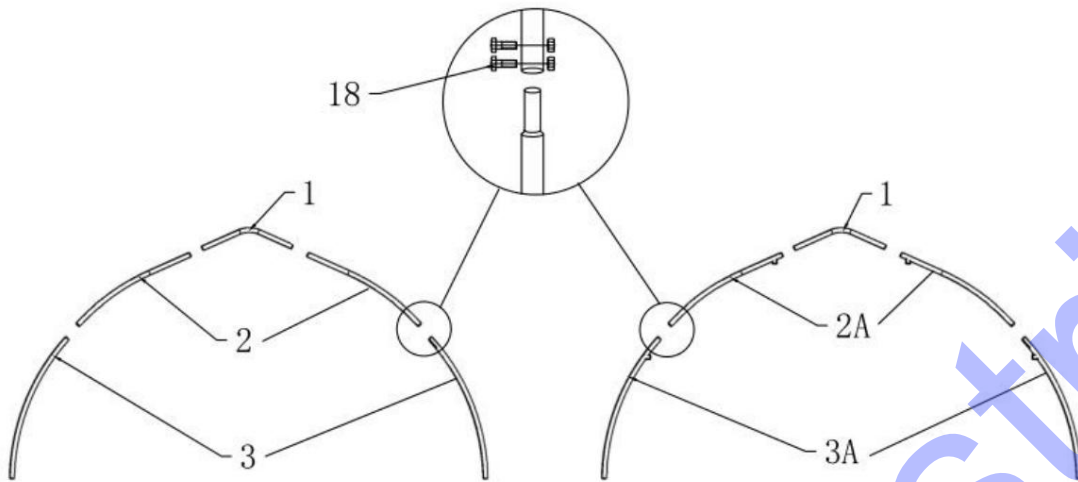

Figure 4
1. Comme illustré à la figure 4, trouvez un tube coudé de toit (n° 1), deux tubes coudés centraux (n° 2) et un tube coudé inférieur (n° 3) et assemblez chaque arceau avec un chariot à boulons M8x60 (n° 18). N'installez PAS la vis sur le dessus de la ferme, là où reposera la toile.